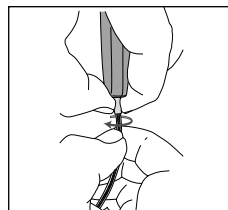

Fig. 7
6. Desserrez le câble extérieur en téflon du manchon en bas du satellite. Pour cela, Prenez le manchon en une main entre le pouce et l'index et le câble extérieur en téflon dans l'autre main entre le pouce et l'index et desserrez le câble extérieur (vers la gauche) du manchon (**Voir Fig. 7**). Tirez maintenant également le câble intérieur dans le manchon vers l'extérieur.